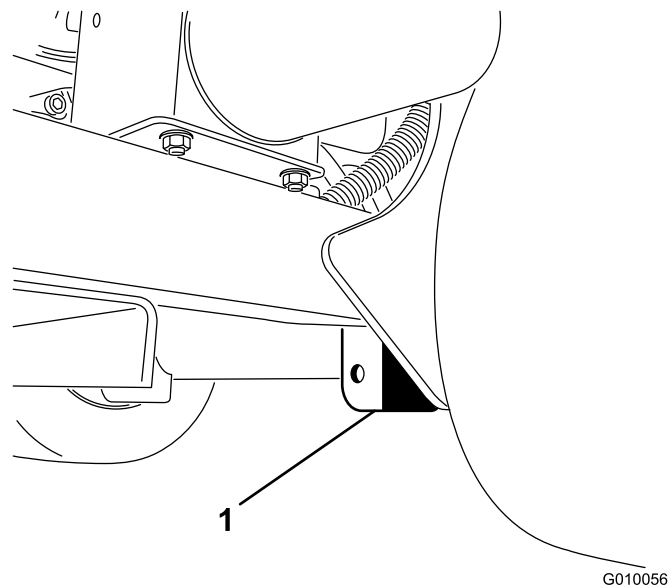

図 41
2. 後ホイールのすぐ内側にあるフレーム・プレートの下にジャッキを確実に置く（図 41）。